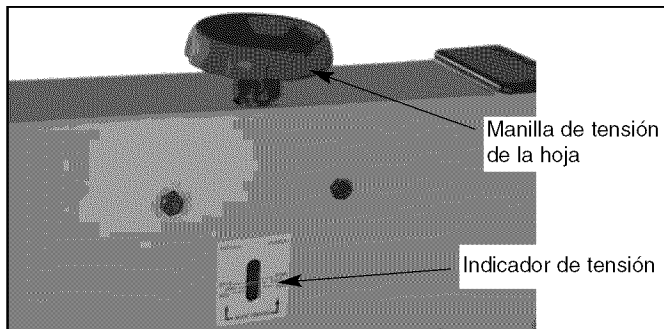

Figura 20 – Ajuste Tensión de la Hoja
- Para aflojar la tensión de la hoja, gire la manilla de tensión de la hoja hacia la izquierda y el indicador de tensión mostrará un valor de tensión más bajo. Para aumentar la tensión de la hoja, gire la manilla de tensión hacia la derecha, y el indicador de tensión mostrará un valor de tensión más alto (véase la Figura 20).